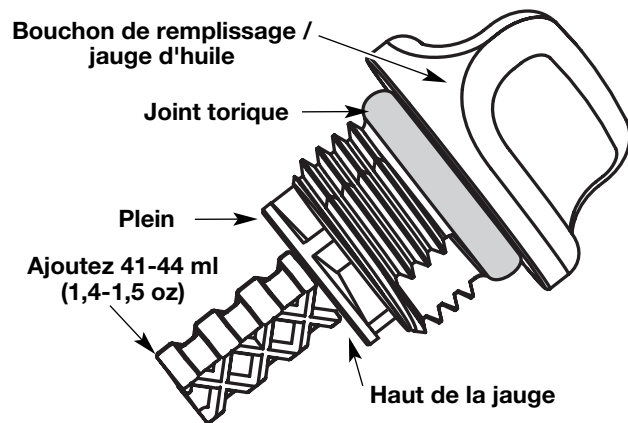

Fig. 15
5. Retirez le bouchon de remplissage / jauge d'huile et vérifiez le niveau d'huile. L'huile devrait atteindre le haut de la jauge (Fig. 15).